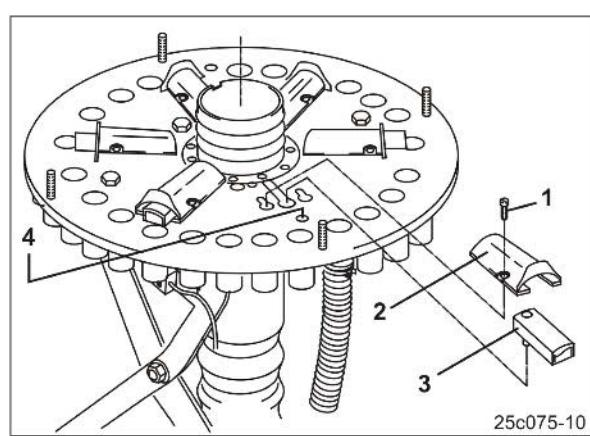

Рис. 131
10. Закрепите пенопластовую вставку (Рис. 131/1).
11. Закрепите внутреннюю крышку распределителя (Рис. 131/2)
12. Установите кольцо (Рис. 131/3)
13. Установите внешнюю крышку распределителя (Рис. 131/4)